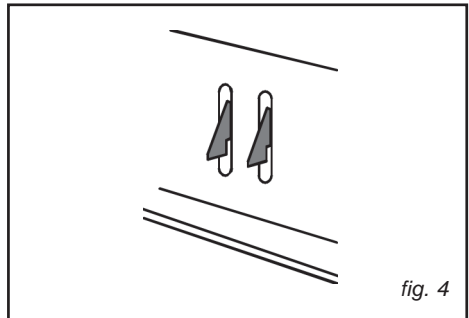

fig. 4
- Überprüfen, dass die Befestigungsflügel (Abb. 4) zum Festmachen am Hängeschrank in einer angemessenen Höhe im Verhältnis zur Dicke des Hängeschrankbodens positioniert sind.